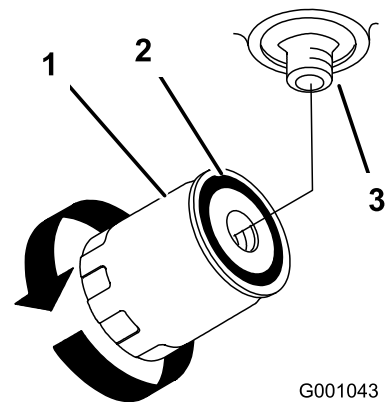

Figura 83
4. Retire el filtro usado y limpie con un paño la superficie de la junta del adaptador del filtro (Figura 83).
6. Instale el filtro hidráulico nuevo en el adaptador del filtro. Gire el filtro en el sentido de las agujas del reloj hasta que la junta de goma entre en contacto con el adaptador del filtro, luego apriete el filtro media vuelta más (Figura 83).